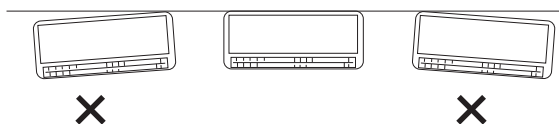

Fig. 3-3
(3) Bien vérifier avec un niveau de charpentier ou un mètre-ruban que le panneau est de niveau. Ceci est important pour monter correctement l'unité. (Fig. 3-3)